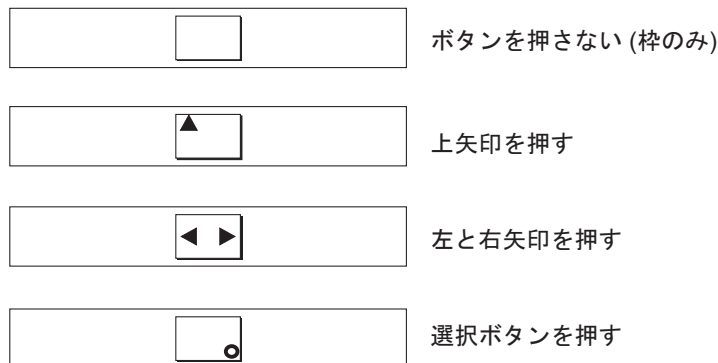

図 44. ボタンを押した場合のフロント・パネル表示
3. 上移動、下移動、左移動、右移動の各ボタンを押して、それらが作動しているか検査する。図 44 では、ボタンを押したときにフロント・パネルに表示される 4 つの例を示しています。ボタンのテストが完了したら、選択ボタンを 5 秒間押し続けたままにして、テストを終了します。